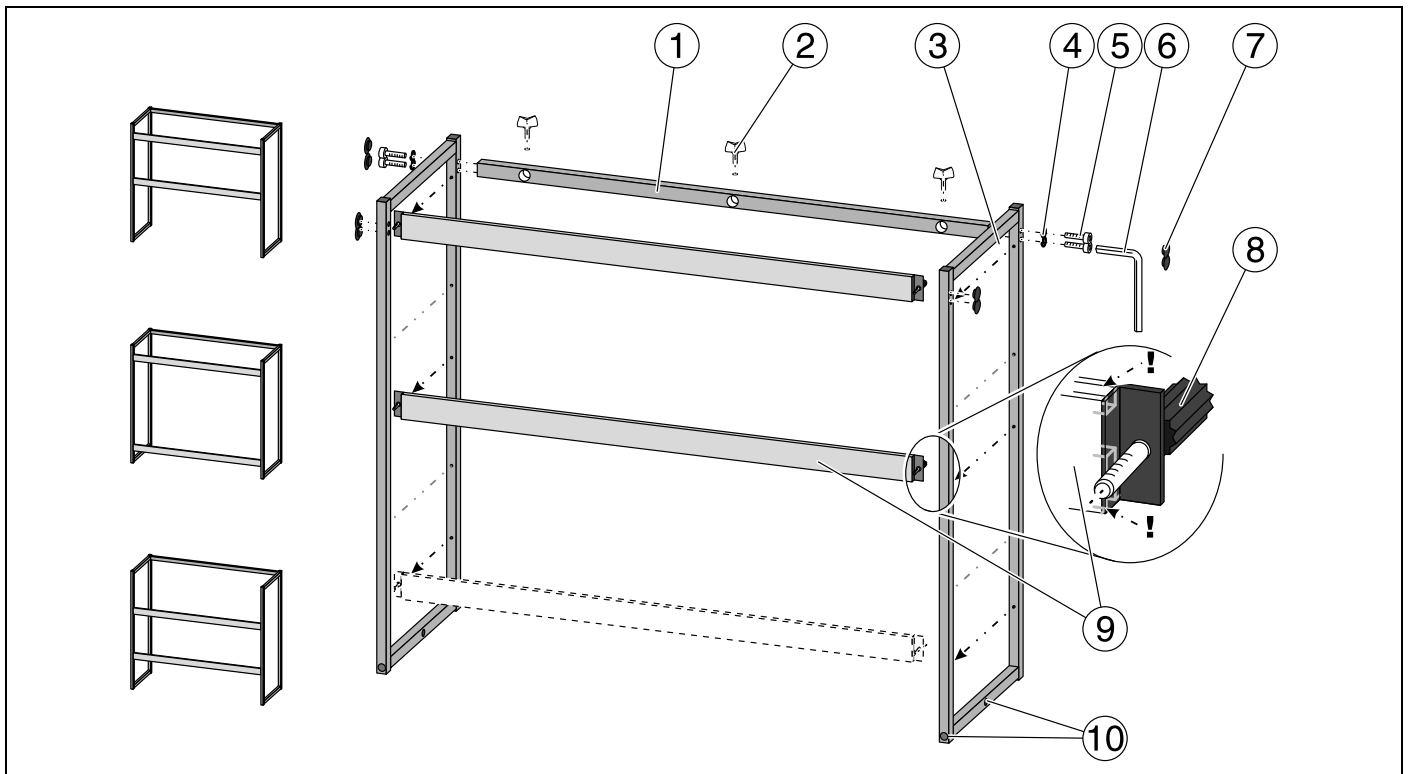

Fig. 2
Profilschienen ⑨ nur so am Rahmen befestigen, daß der tiefe Einschnitt mit Bürsten (s. Ausschnittsvergrößerung in Fig. 2) nach unten weist, da sonst keine sichere Einhängemöglichkeit besteht.
Only attach the profile rails ⑨ in the frame so that the deep slot with the brush strips (see enlarged detail in Fig. 2) is facing downward, to ensure that the apparatus can be mounted securely.
### 301 300 Demonstrations-Experimentierrahmen (Fig.2)
### 301 300 Demonstration-experiment frame (Fig.2)